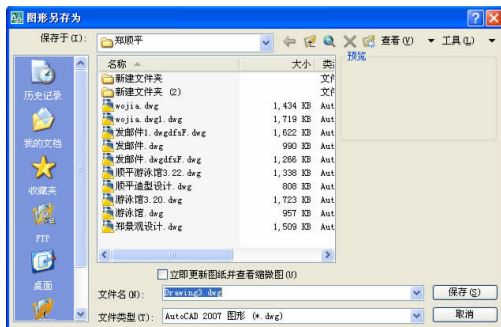

图 1-31
(1) 启动保存图形文件命令，系统将打开“图形另存为”对话框，如图 1-31 所示。
如果所编辑的文件是已保存过的文件，当再次执行“文件 保存”命令或在命令行输入 QSAVE 命令则不会再打开如图 1-31 所示的对话框，而是按原文件名保存。但若执行“文件 另存为”命令，或在命令行输入 SAVE AS 命令则再次打开图 1-31 所示的对话框，提示用户重新设置保存路径、文件名及文件类型。